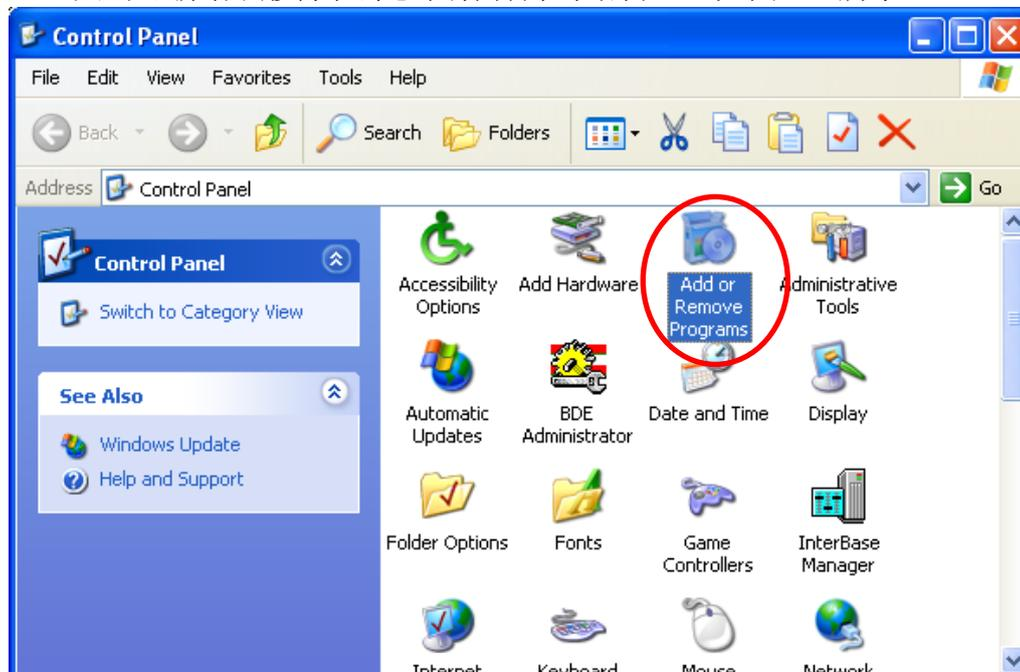

图 3-8： 「新增或删除程序」
**Step 2:** 单击「新增或删除程序」图标打开对话框，如图 3-8 所示：